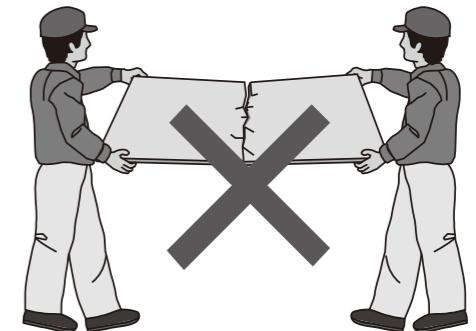

図16 Belleカクテル 取扱い方法
①取扱い
- 図16の様に必ず2名で持ち運びし、パネルを垂直(タテ)にして、運搬・移動を行って下さい。